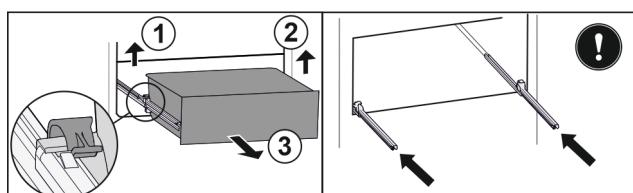

Fig. 137
- Підняти лівий затискач і одночасно висувний ящик ліворуч потягнути вперед. Fig. 137 (1)
- Підняти правий затискач і одночасно висувний ящик праворуч потягнути вперед. Fig. 137 (2)
- Вийняти висувний ящик рухом вперед. Fig. 137 (3)